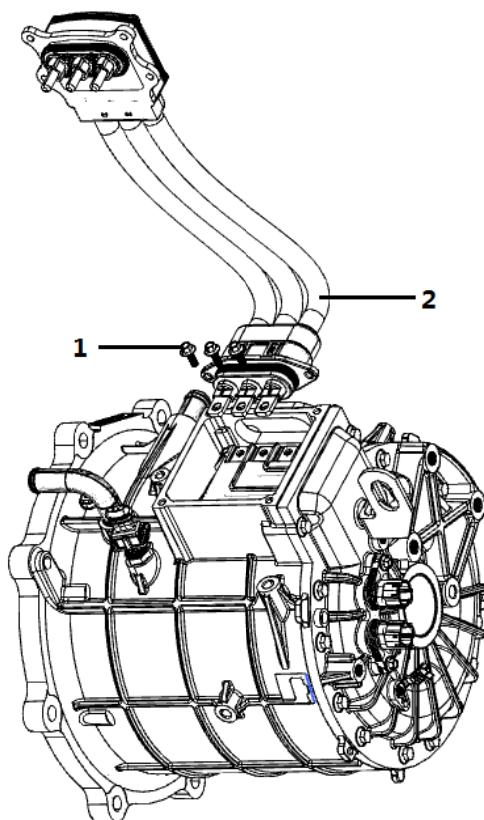

图8
- ①拆卸前：将电机平放于工作台上，使其平稳放置，确保拆分时的电机安全。
- ②拆卸维修：当三相动力线束需要维修时，先对接线盒盖进行拆卸。用扳手将固定三相动力线束和接线座铜排的螺栓（1）拧下。将固定三相动力线束法兰的 M6*16 六角头螺栓拧下拔出三相动力线束（2）维修。（拔出时注意不要损坏三相动力线束）（见图 8）